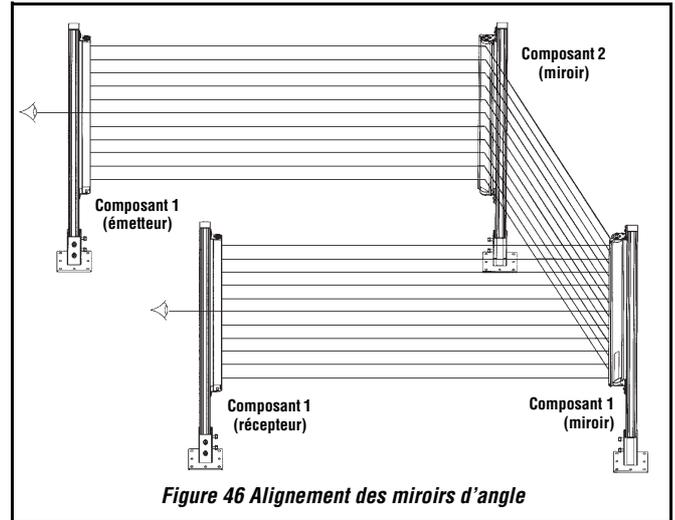

Figure 46 Alignement des miroirs d'angle
- 2) En vous référant à la Figure 46 en page 51, se placer derrière l'un des détecteurs et vérifier l'alignement des miroirs (ou du premier miroir).